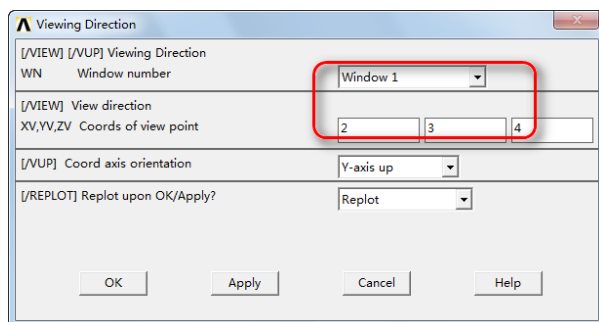

图 13-63 “Viewing Direction”对话框
②设置视角系数: Utility Menu > PlotCtrls > View Settings > Viewing Direction, 弹出“Viewing Direction”对话框, 如图 13-63 所示, 在“WN Window number”后面的下拉列表中选择“Window 1”, 在“[/VIEW] View direction”后面依次输入“2、3、4”, 单击“OK”按钮。